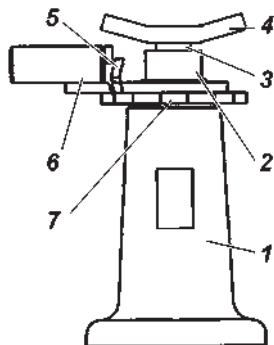
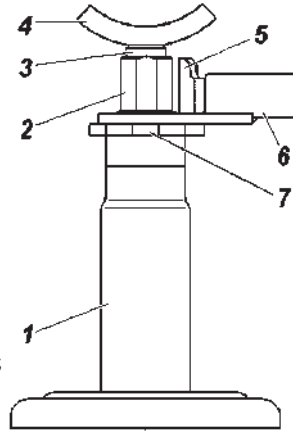

Рис. 10.1. Домкрат:
Рис. 10.2. Домкрат:
**Домкрат** (рис. 10.1 или 10.2) предназначен для вывешивания колес автомобиля при его техническом обслуживании или ремонте. Грузоподъемность домкрата, приведенного на рис. 10.1 – 2,5 т, на рис. 10.2 – 2 т. Начальная высота подхвата на рис. 10.1 – 210 мм, рис. 10.2 – 200мм. Наибольшая высота подъема домкрата, приведенного на рис. 10.1 – 435 мм, на рис. 10.2 – 460 мм.
**Последовательность действий для вывешивания колеса при применении домкрата, приведенного на рис. 10.1:**
**Последовательность действий для вывешивания колеса при применении домкрата, приведенного на рис. 10.2:**